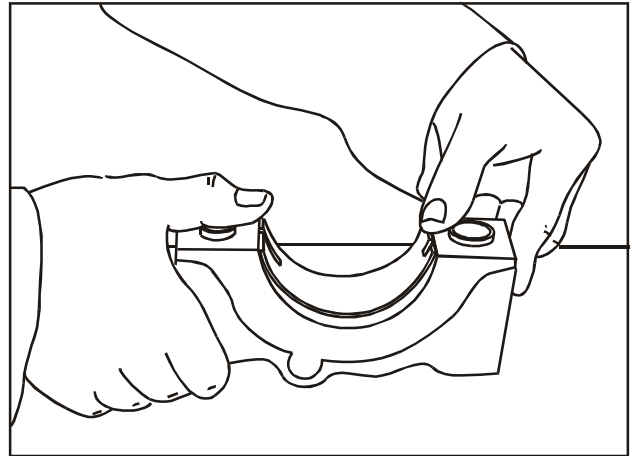
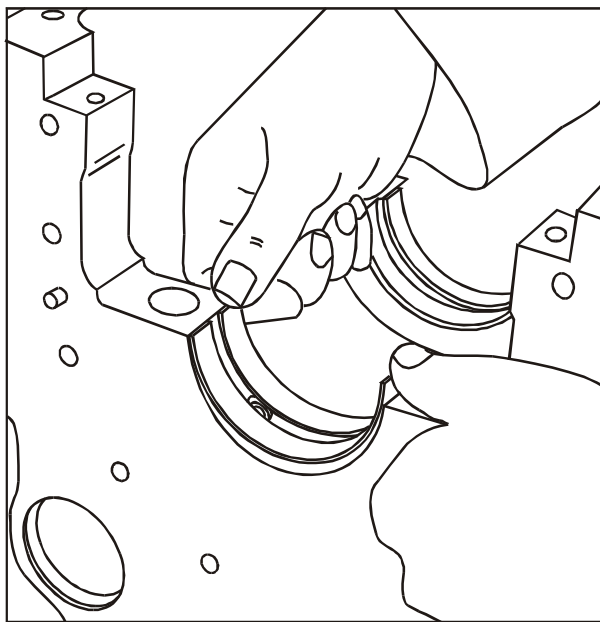

FIG 8
FIG 7
2. Monte os casquilhos superiores (novos) no bloco, **Fig. 7** e os casquilhos inferiores (novos) nas capas dos mancais, **Fig. 8** posicionando corretamente as travas.